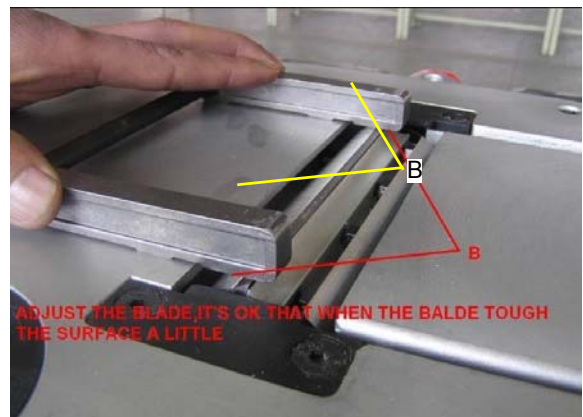

Fig. 33 : Réglage des rabots sur la surface B
Étape 11 : Tournez la tête du rabot et réglez le couteau à la hauteur de la surface B (Fig.33).